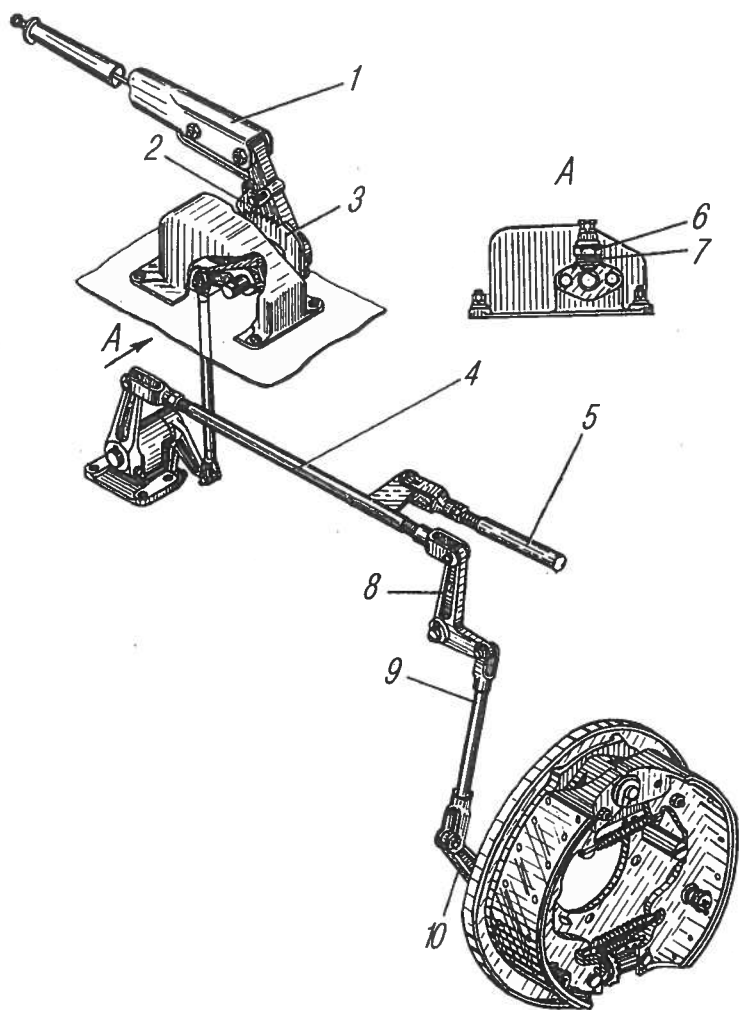

Рис. 80. Привод стояночного тормоза:
По мере износа накладок ход рычага 1 (рис. 80) увеличивается, и эффективность тормоза может снизиться. Если рычаг 1 устанавливается на двенадцатом зубе сектора, необходимо отрегулировать зазоры между накладками и барабаном при помощи эксцентрика и звездочки. Для регулировки тормоза необходимо:
5. Выбирать свободный ход рычага 8 (см.рис. 80) на раздаточной коробке, вращая против часовой стрелки до заметного увеличения усилия, и проверить совпадение отверстия в вилке тяги 4 с отверстием в рычаге 8. При необходимости вращением вилки тяги 4 совместить отверстия. Установить палец и зашплинтовать.